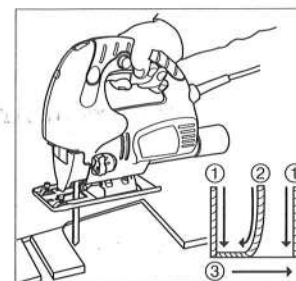

図18
- ①スミ線に沿って両端から切りこみます。(図18参照)
- ②スミ線の交差している地点に向かって斜めに切り込みます。
- ③切り残った部分をスミ線に沿って切り込んでください。